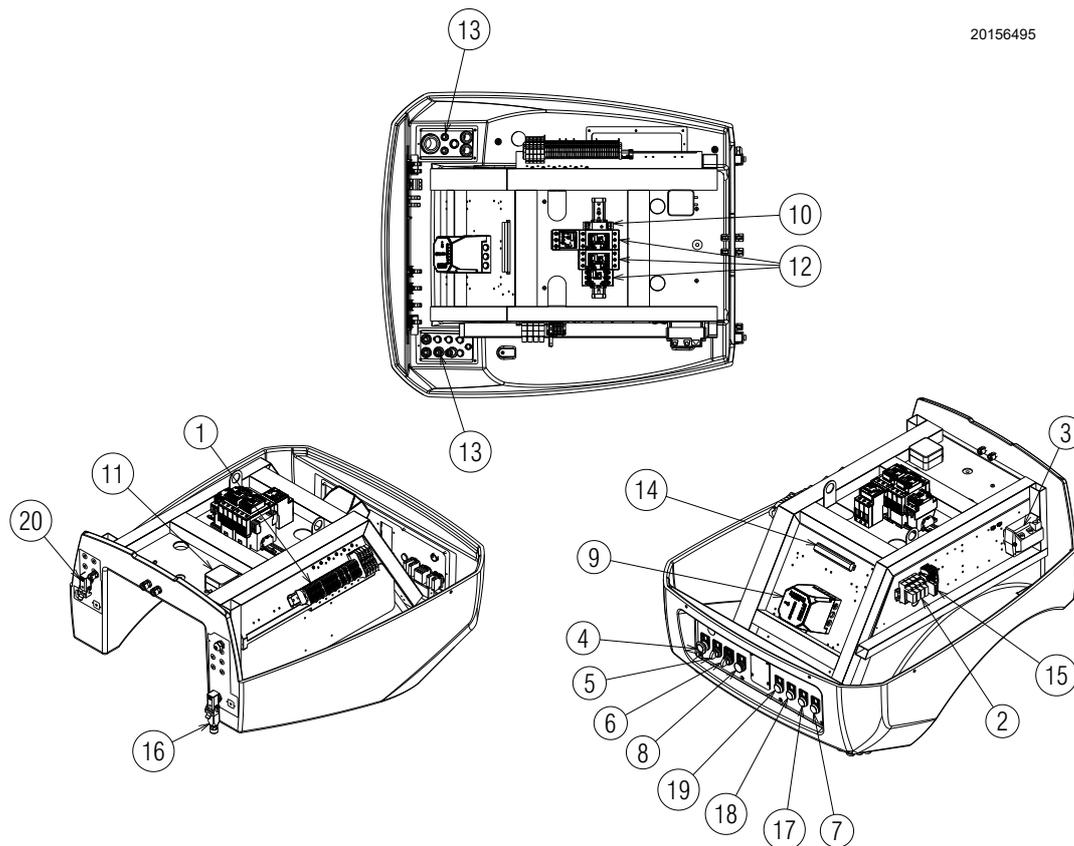

Fig. 5
- **Blocage de la boîte de contrôle:** l'allumage du bouton (LED rouge) de la boîte de contrôle 9)(Fig. 5) et du bouton lumineux 8) indique que le brûleur est bloqué. Pour le débloquer, appuyer sur le bouton 8).